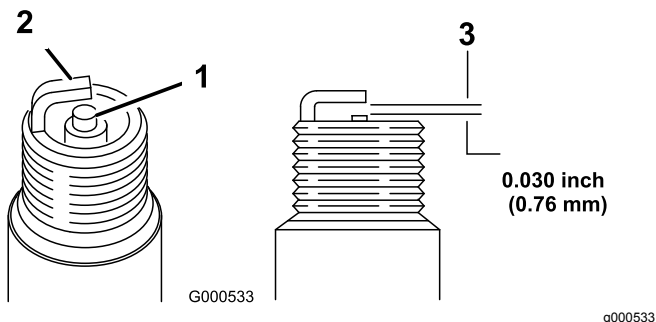

図 24
5. 電極間のすき間を 0.76mm に調整する 図 24。